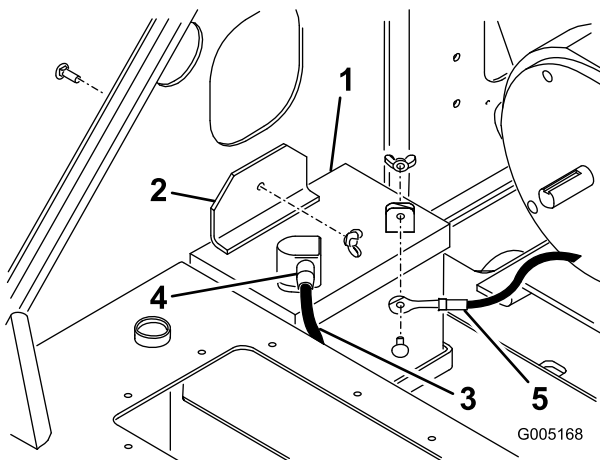

Figura 27
3. Retire la tuerca de orejeta y el perno que sujetan la abrazadera de la batería y la pletina (debajo de la abrazadera) y retire la abrazadera y la pletina (Figura 27).
8. Instale la batería en el chasis (Figura 27).
9. Sujete la batería en el chasis (Figura 27).
10. Usando el perno y la tuerca de orejeta suministrados con la batería, conecte el cable positivo (rojo) al borne positivo (+) de la batería (Figura 27). Deslice la cubierta de goma sobre el borne de la batería.
11. Usando el perno y la tuerca de orejeta suministrados con la batería, conecte el cable negativo (negro) al borne negativo (-) de la batería (Figura 27).